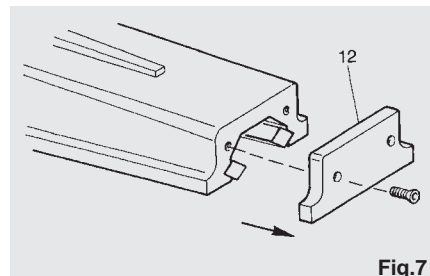

Fig.7
Togliere la tapparella (12) in testa al braccio (vedi fig. 7).